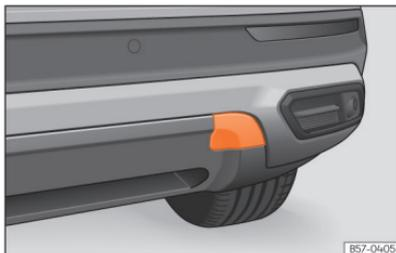

Fig. 196 No lado direito do para-choques traseiro: retirar a tampa.
»» Fig. 196.
- Pressione a zona superior da tampa »» Fig. 196 para desencaixá-la.